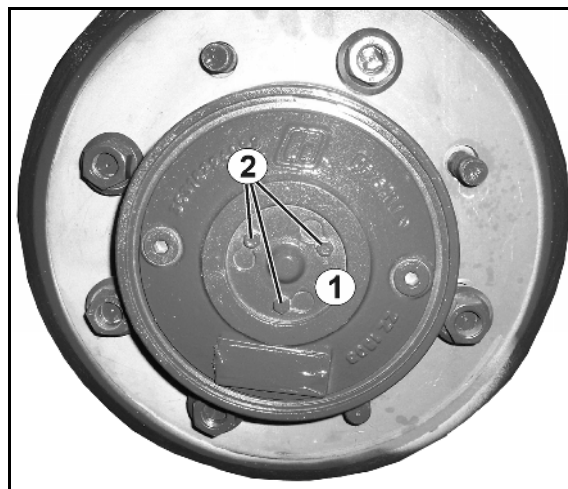

Рис. 132
Если машину необходимо отбуксировать, можно перевернуть шляпообразные крышки (Рис. 132/1).
1. Открутите винты (Рис. 132/2).